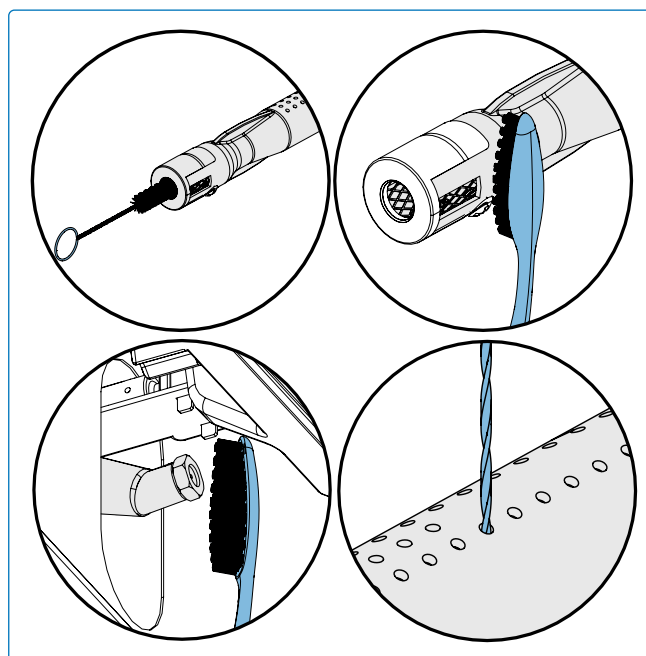

Fig. 15
2. Nettoyez l'intérieur du brûleur avec une brosse flexible pour tube venturi, puis secouez les débris par l'entrée de gaz (**Fig. 15**).